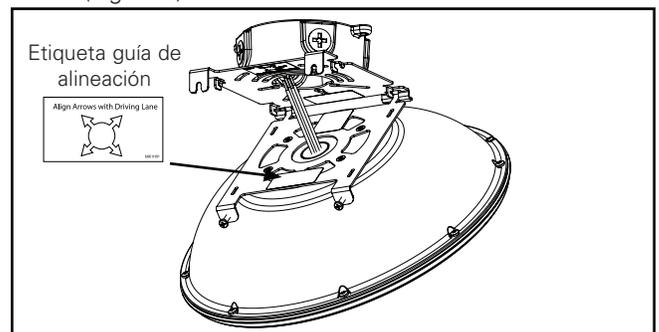

Figura 8.
- Instale la placa de montaje rápido en una caja de conexiones para lugares húmedos (proporcionada por terceros) utilizando el hardware incluido (tornillos n.º 8-32 x 3/4" o n.º 10-24 x 3/4"). Consulte la guía de alineación en estas instrucciones y las flechas de alineación en la etiqueta de la placa de montaje rápido (Figura 8).
- Cuelgue la luminaria a la placa de montaje rápido introduciendo las lengüetas en T en las ranuras de soporte (Figura 8).
**Conexiones eléctricas (Figura 8)**